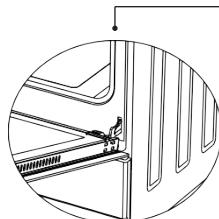

Imagen 1.1
2. Observe detenidamente las bisagras de la puerta para encontrar unos pequeños ganchos. Éstos son las pestanas de bloqueo de las bisagras de la puerta (Imagen 1.1)